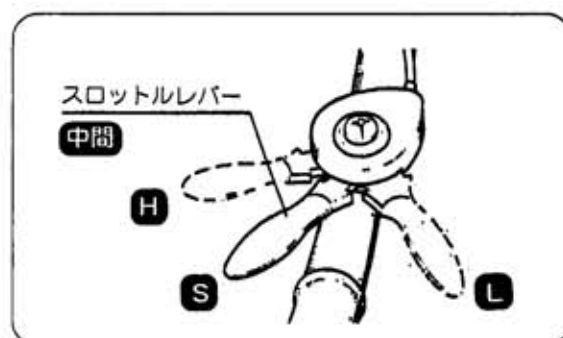

図32
(図32)
- ③ スロットルレバーを全開「高・H」位置にします。(図32)
- ④ 刈取クラッチレバーを「入」位置にして、ハンマーロータを回転させます。